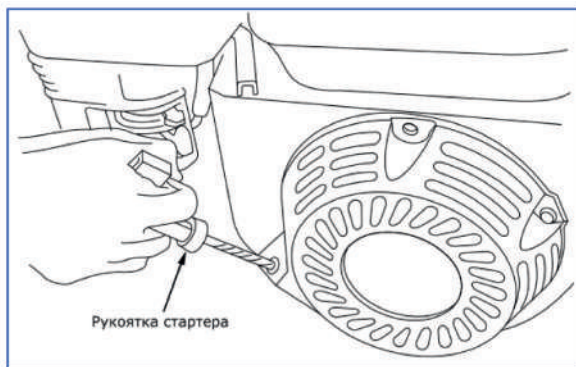

Рис. 18
- Проверните коленчатый вал двигателя ручным стартером до тех пор, пока не почувствуете сопротивление, затем медленно опустите ручку стартера вниз. Снова медленно потяните за ручку стартера, пока не почувствуете, что стартер вошел в зацепление с маховиком, после чего, резко и с усилием потяните за ручку стартера и запустите двигатель (рис. 18). При необходимости повторите.